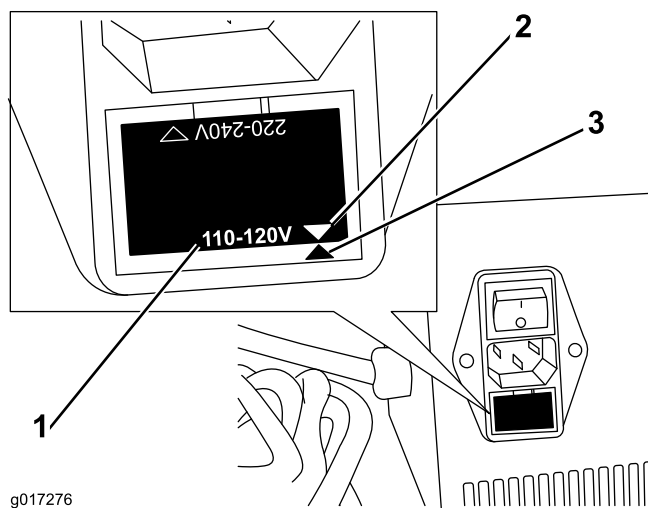

図 1
1. 電源コードソケットの下についているヒューズトレイの向きを見て、チャージャの現在の電圧設定が、使用場所の電圧と同じ設定になっていることを確認する図 1。
注 図 1 は、110–120 V にセットされた状態を示しています。
3. そして、ヒューズトレイの上下を逆にして、ヒューズトレイの合印とトレイホルダーの合印が合うように向きを揃える図 1。